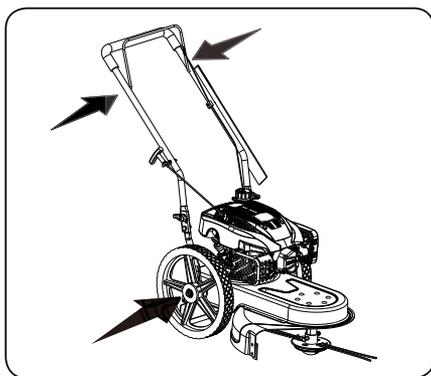

Figure 6-1.
1. Lubrifiez les points de pivotement du levier de commande au moins une fois par saison avec de l'huile légère. Cette commande doit fonctionner librement dans les deux sens. Voir la Figure 6-1.
2. Lubrifiez les roues au moins une fois par saison avec de l'huile légère (ou de l'huile moteur). Si les roues sont retirées pour une raison quelconque, lubrifiez la surface du boulon d'essieu et la surface intérieure de la roue avec de l'huile légère. Voir la Figure 6-1.